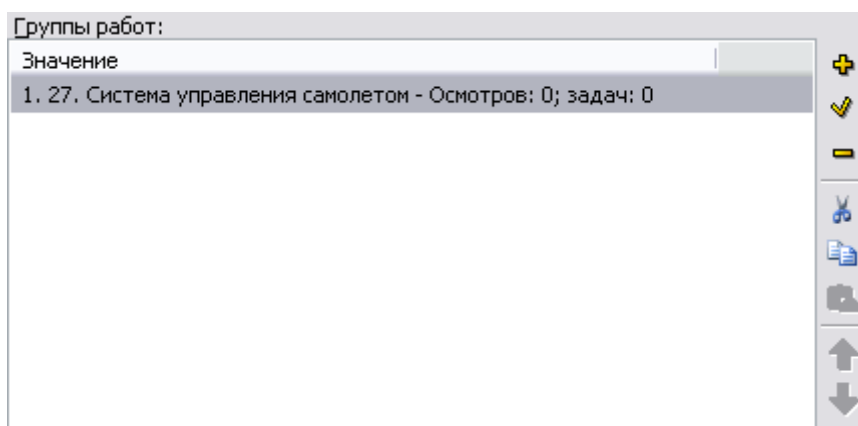

Рис. 9.73
3. Наименование группы работ появится в окне **Группы работ** (Рис. 9.73).